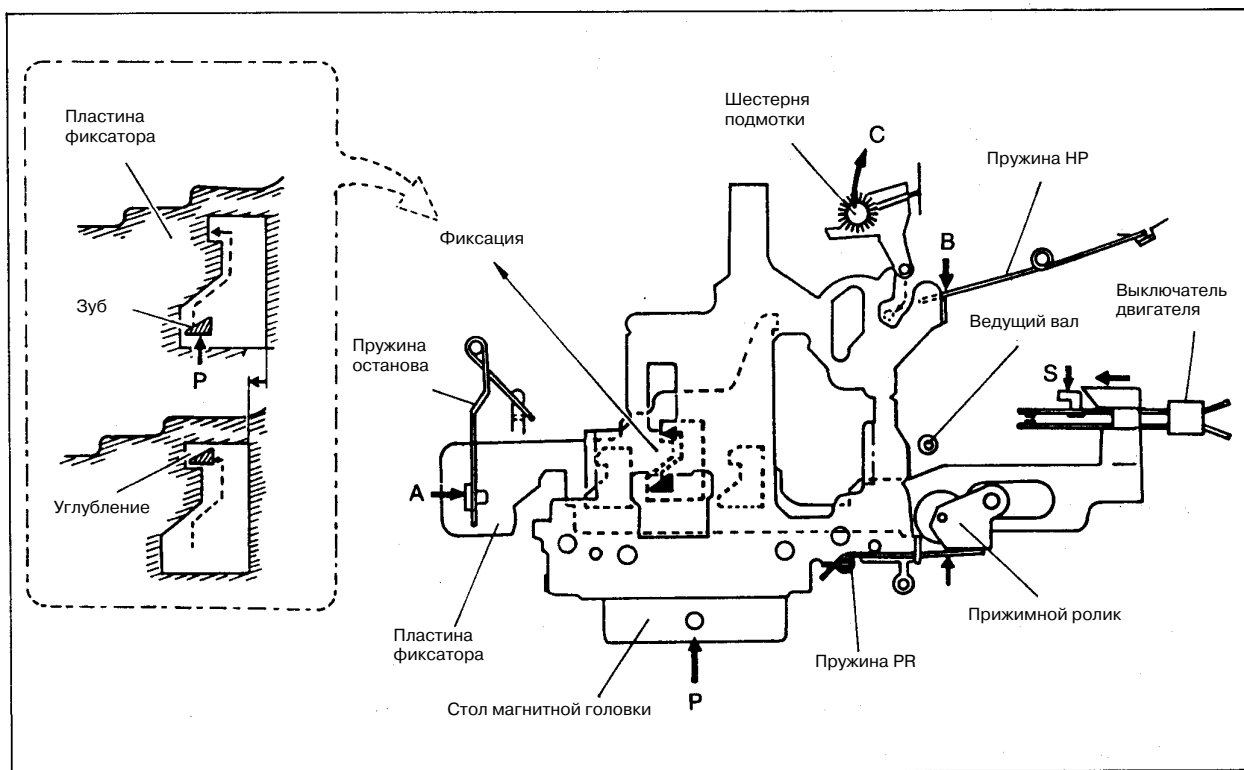
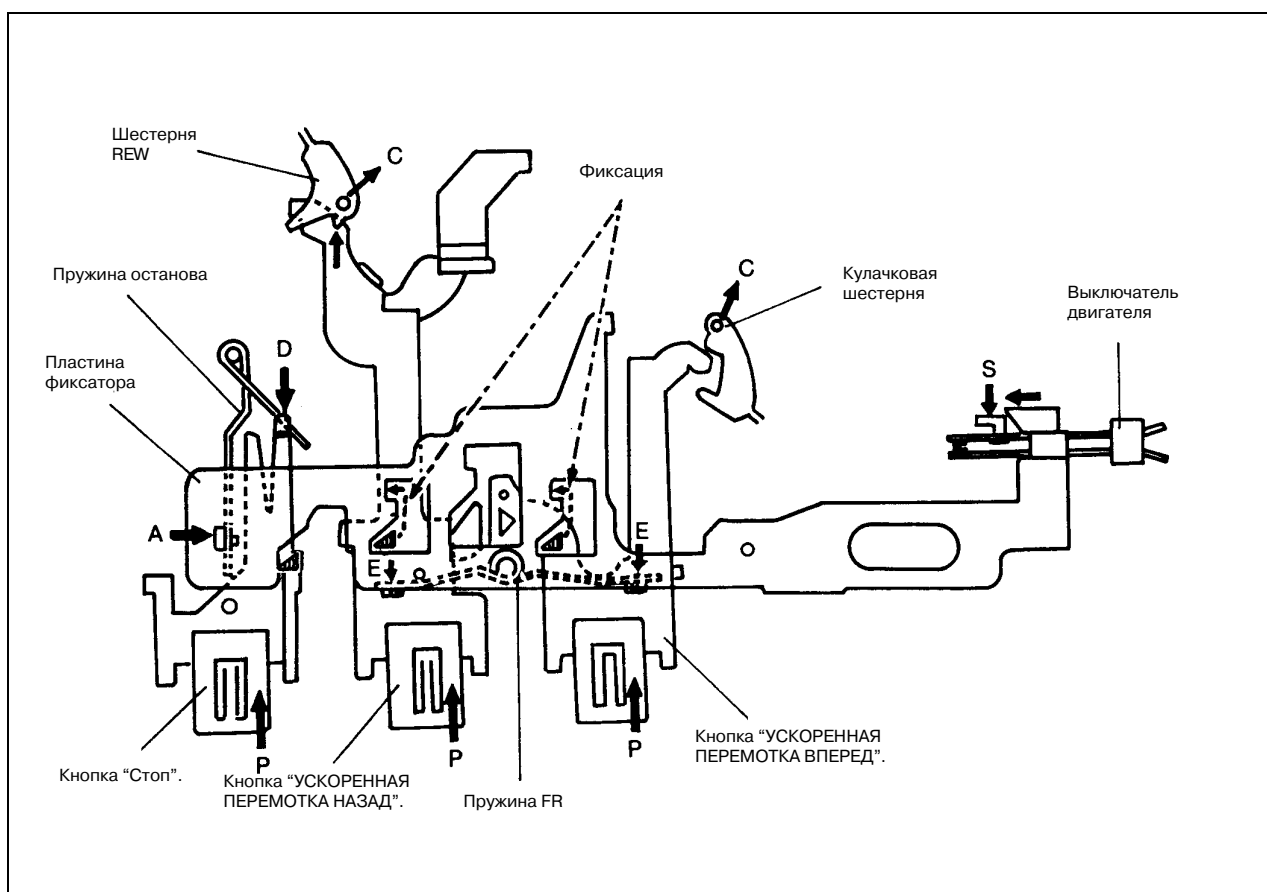

Рис. 5. Фиксация в режиме воспроизведения
Рис. 6. Осуществление и отмена фиксации (Останов) в режимах ускоренной перемотки вперед и назад
- Пружина останова толкает пластину фиксатора в направлении стрелки “А” (Рис. 5), а рычаг останова - в направлении стрелки “D” (Рис. 6).
- Пружина FR толкает рычаг REW и рычаг FF в направлении стрелки “Е” (Рис. 6).
Б) Работа в режиме воспроизведения (Рис. 5)
В) Работа в режимах ускоренной перемотки вперед и назад (См. Рис. 6)
Г) Операция останова (См. Рис. 6)